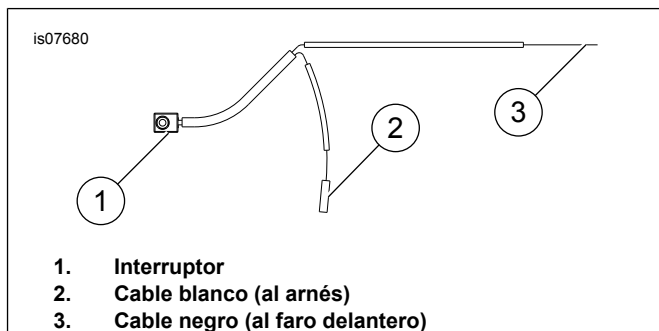

Figura 4. Arnés de cableado del kit
12. Vea la Figura 4. Localice el conector del faro delantero [38] en la caja izquierda y desconéctelo.
15. Vea la Figura 4. Coloque el arnés pasando del cabezal de dirección y coloque la porción del arnés del interruptor de la luz (1) a lo largo del lado izquierdo del manillar al control del embrague.